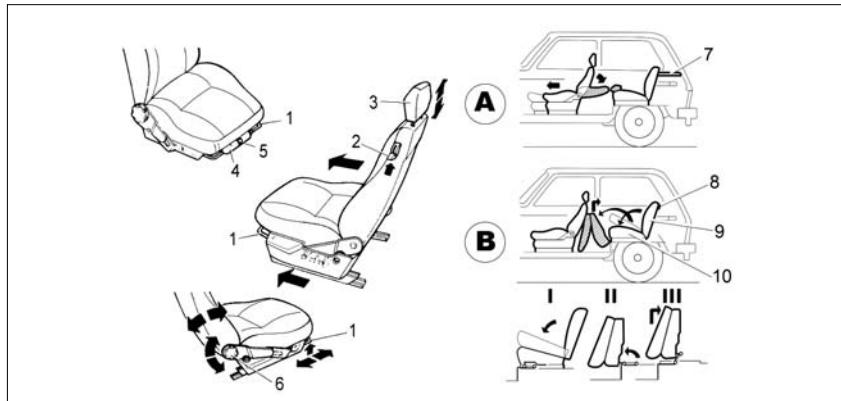

Рис. 8. Сиденья
Для регулировки передних сидений в продольном направлении потяните блокирующий рычаг 1 (рис. 8) вверх. После перемещения сиденья рычаг отпустите. Наклон спинки сиденья регулируется бесступенчато вращением рукоятки 6. На схеме «А» показана раскладка передних сидений для отдыха. Для установки детского модуля пассажирское сиденье необходимо установить в предпоследнее заднее положение.
В вариантом исполнении на автомобиле реализована функция обогрева передних сидений. Для включения обогрева сиденья водителя нажмите на переключатель **1** (рис. 8а), для включения обогрева пассажирского сиденья на переключатель **2**.
**Рис. 8а. Переключатели обогрева